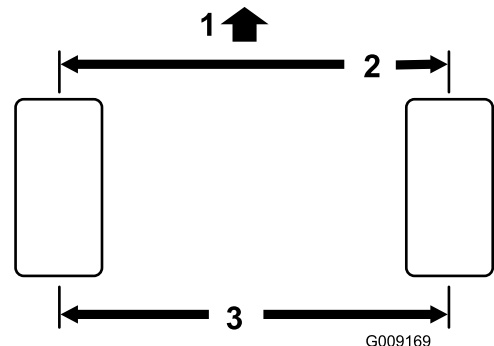

図 68
1. 後輪の前と後ろで、左右のタイヤの中央線間距離を測るアクスルの高さ位置で計測。前での測定値が、後ろでの測定値より 3 mm 小さければ合格とする 図 68。